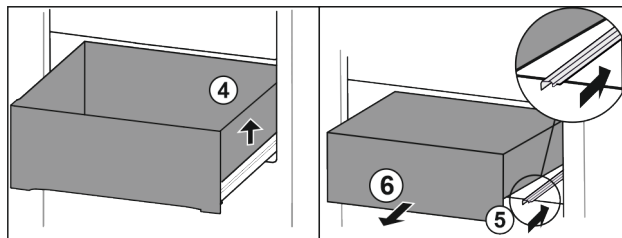

Fig. 91
- ▶ Levante el cajón por la derecha. Fig. 91 (4)
- ▶ Retraiga la guía derecha. Fig. 91 (5)
- ▶ Extraiga el cajón hacia delante. Fig. 91 (6)